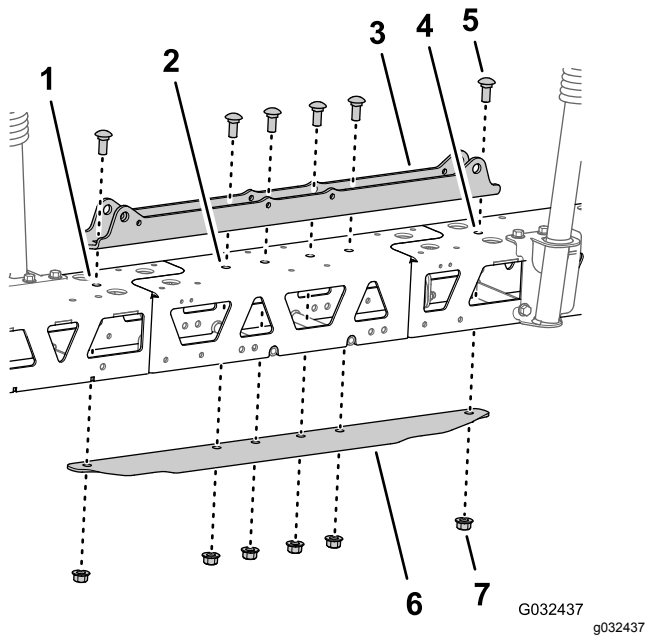

图 118
- 将油缸安装座中的孔与中间桁架框架中心线的孔对齐图 118。
- 将加劲槽插入中间和外部桁架框架将槽中的孔与中间桁架框架中心线的孔对齐图 118。
- 使用在拆卸喷嘴(页码 32)的步骤 3 中拧下的 2 个托架螺栓 $\frac{1}{2}$ x $\frac{1}{4}$ 英寸和 2 个凸缘锁紧螺母 $\frac{1}{2}$ 英寸以及 GeoLink 喷洒系统完成套件中的 4 个托架螺栓 $\frac{1}{2}$ x $\frac{1}{4}$ 英寸和 4 个凸缘锁紧螺母 $\frac{1}{2}$ 英寸组装油缸安装座、桁架、中央喷洒臂延长组件及加劲槽图 118。